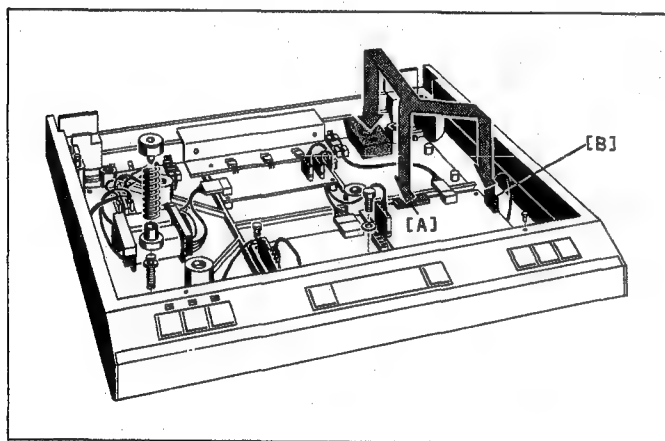

Fig. 3.3
- La plus grande des deux platines (1.179.183.12) du faisceau de câbles doit être embrochée dans le raccord CIS 20 pôles de l'ARM ELECTRONIC PCB 1.179.190/250 (voir fig. 3.3 et 3.4, pos. A). La fiche qui se trouvait précédemment en cet endroit doit être enfichée dans la prise de la platine 1.179.183.12.